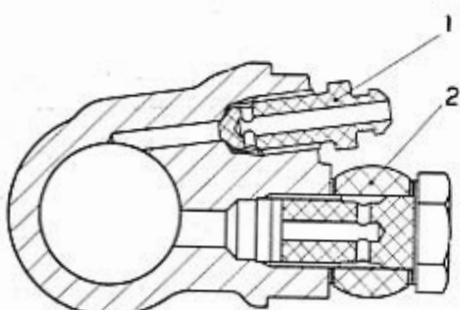

Fig. 298 - Coupe transversale sur un cylindre de commande des mâchoires.
- 3) Dévisser de quelques tours la vis de purge (1, fig. 298) et actionner rapidement la pédale des